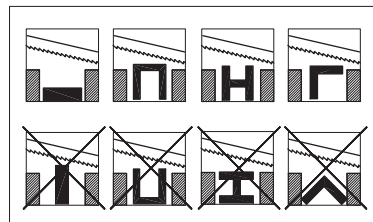

Fig. 11
4.6 POSICIONAMENTO CORRECTO DA PEÇA (Fig. 11)